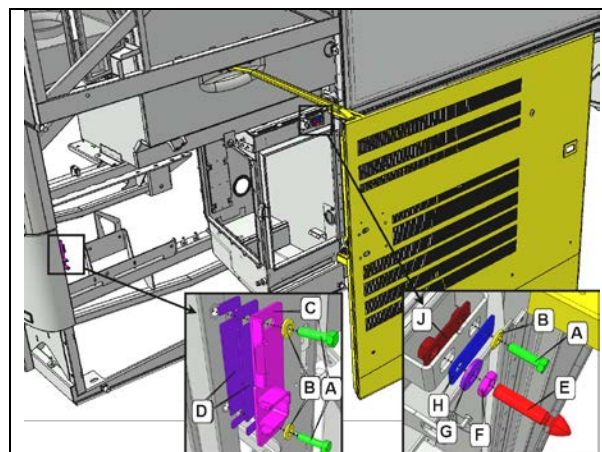

Figure 109: INSTALLATION DE LA PORTE – SYSTÈME DE LOQUET
1. Pour ajuster la position, la porte doit pouvoir bouger librement. Vous devrez donc enlever la goupille E et la plaque de butée C (Figure 109).